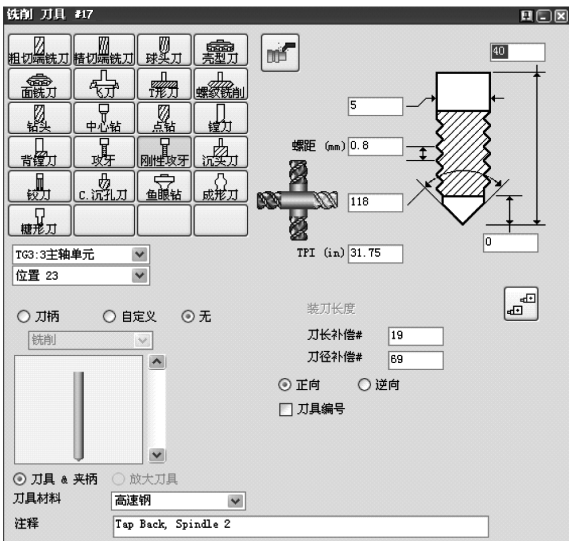

图 5-60 铣削刀具#17
18) 在#17 的位置创建铣削刀具，如图 5-60 所示。